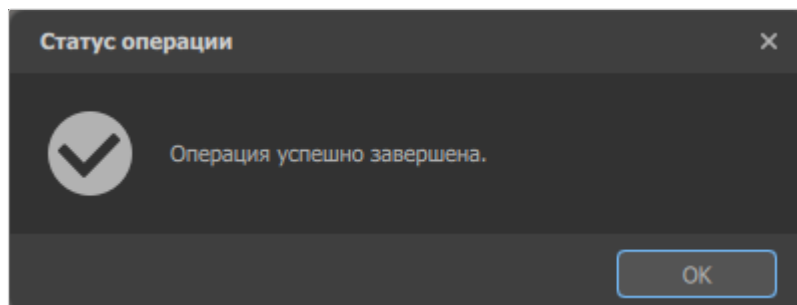

Рисунок 133. Окно уведомления о создания примитивов
- 3) Отобразится окно, уведомляющее об успешном создании графических объектов (см. рисунок 133)